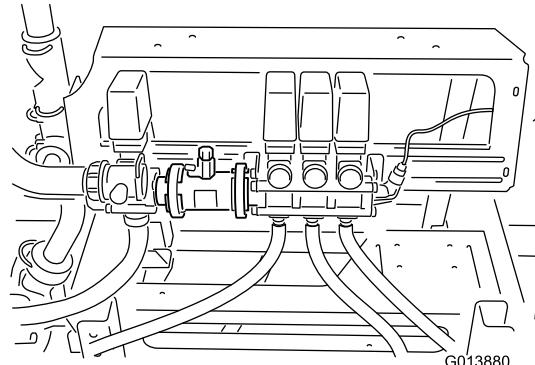

Figure 7
- F. Placez avec précaution l'ensemble vannes de rampes de niveau avec le corps du débitmètre (Figure 7).